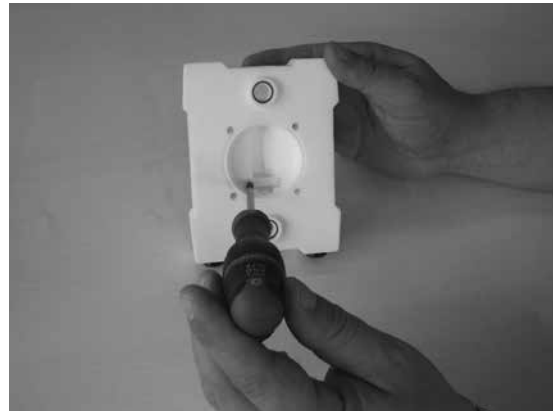

Abbildung 7
Drehen Sie die Zuganker (23) auf einer Seite mit einem Steckschlüssel heraus. Entfernen Sie die Unterlegscheiben und die Federscheiben und anschließend das Seitengehäuse (02-03). Achten Sie darauf, die mit der Membran in Kontakt stehenden Dichtflächen nicht zu beschädigen. Entfernen Sie die Zuganker vom anderen Seitengehäuse und nehmen Sie es ab. Schrauben Sie die Anschlagsschrauben des Ventils heraus und entfernen Sie den Ventilanschlag (15) (siehe Abbildung 7)
Drücken Sie die Ventilanschlüsse (15) in die Sitze und verriegeln Sie sie mit den Ventil-Anschlagschrauben (siehe Abbildung 7). Drücken Sie die Zuganker (23) durch eins der Seitengehäuse.